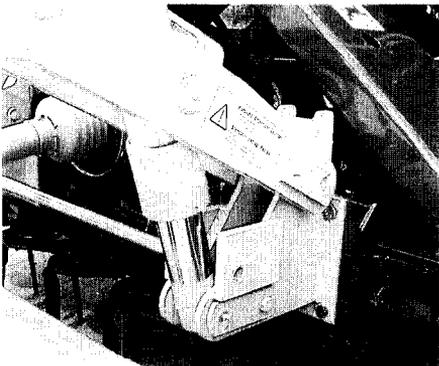
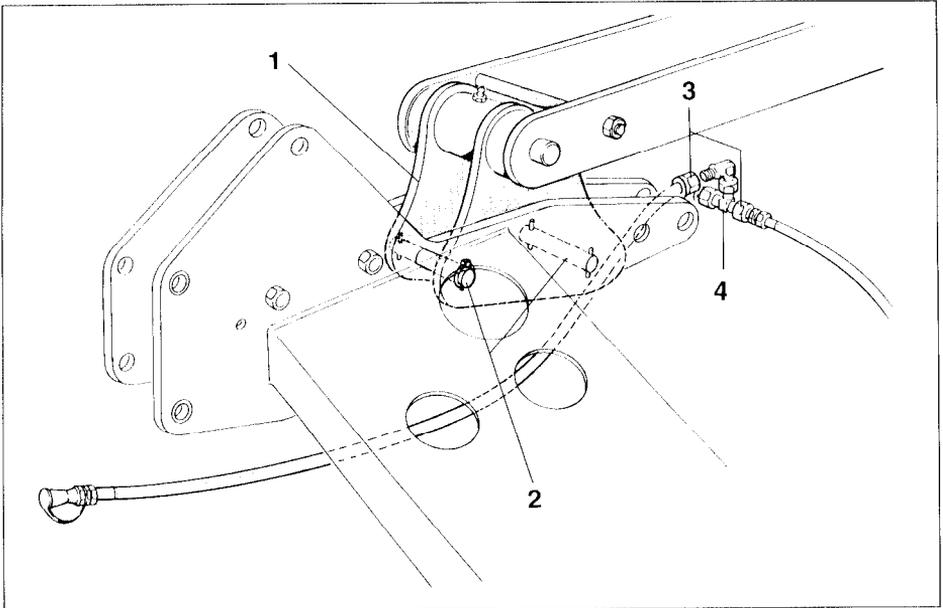
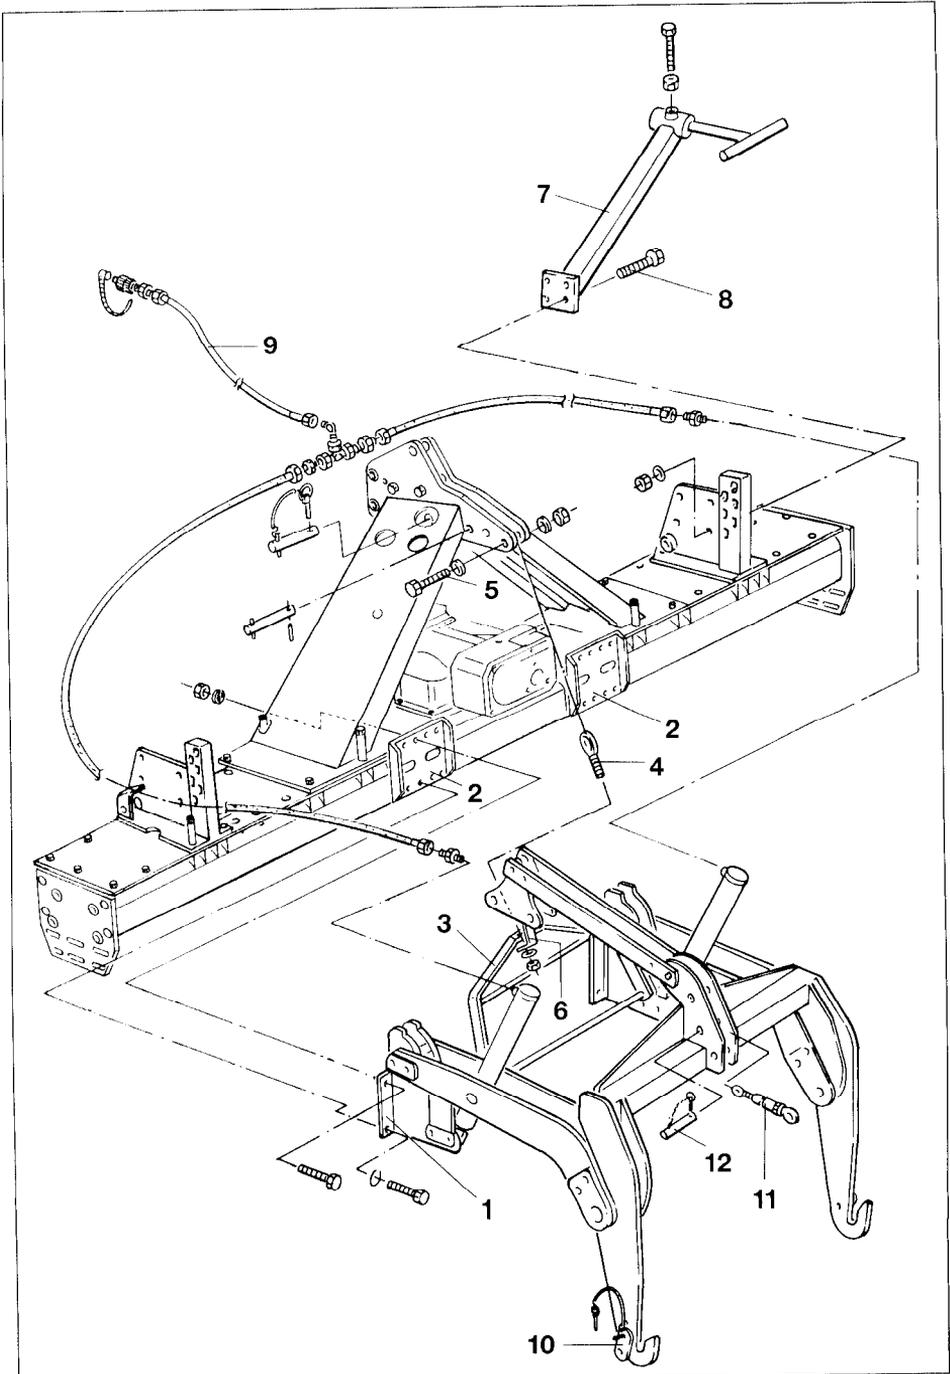

Fig. 12.4
Fig. 12.6
Fig. 12.8
- Kupplungsböcke (Fig. 12.8/1) an den Platten (Fig. 12.8/2) der Kreiselegge, wie in Fig. 12.4 und 12.5 gezeigt, anschrauben.
- Am oberen Dreipunkt der Kreiselegge ist der Spannrahmen (Fig. 12.8/3) mit der Spannschraube (Fig. 12.8/4) und der Skt.-Schraube M 20 x 100 (Fig. 12.8/5) zu befestigen. Das Sicherungsblech (Fig. 12.8/6) verhindert später das Verschieben des Hydraulikschlauches nach hinten.
- Der Einbau des Hubbegrenzungsventiles (Sonderausstattung) erfolgt nach Pkt. 12.3.2 Das Sicherungsblech (Fig. 12.8/6) wird beim Einbau der Hubbegrenzung nicht benötigt.
- Den Oberlenkerbock (Fig. 12.6/1) am oberen Dreipunkt der Kreiselegge mit zwei Bolzen (Fig. 12.6/2) befestigen und mit einer Spannhülse bzw. einem Klappstecker sichern.
- Seitenstützen (Fig. 12.8/7) mit je vier Skt.-Schrauben M 12 x 20 (Fig. 12.8/8), Scheiben und selbstsichernden Muttern an den Abstützungsteilen zur Packerwalze befestigen.
- Den vormontierten Hydraulikschlauch (Fig. 12.8/9) anhand der Fig. 12.6 verlegen und an den Hydraulikzylindern anschließen.
- Kreiselegge mit der Schlepperhydraulik anheben und rückwärts an die Sämaschine heranfahren. Ankuppelt werden können Sämaschinen mit Unterlenker-Anlenkpunkten der Kat. II. Nach dem Ankuppeln Sicherungslaschen (Fig. 12.8/10) über die Zapfen der Unterlenker schieben und mit Klappsteckern sichern.
- Den kurzen Oberlenker (200 bis 260 mm - Fig. 12.8/11) am oberen Anlenkpunkt der Sämaschine und am Hubrahmen mit dem Bolzen D= 25 x 100 mm lg. (Fig. 12.8/12) abstecken. Bolzen sichern und die Sämaschine gerade ausrichten.
- Sobald die Hydraulikanlage drucklos ist, Hydraulikschlauch (Fig. 12.6/3), der vom Schlepper zu den Zylindern führt, am T-Anschlußstück (Fig. 12.6/4) auseinander schrauben.